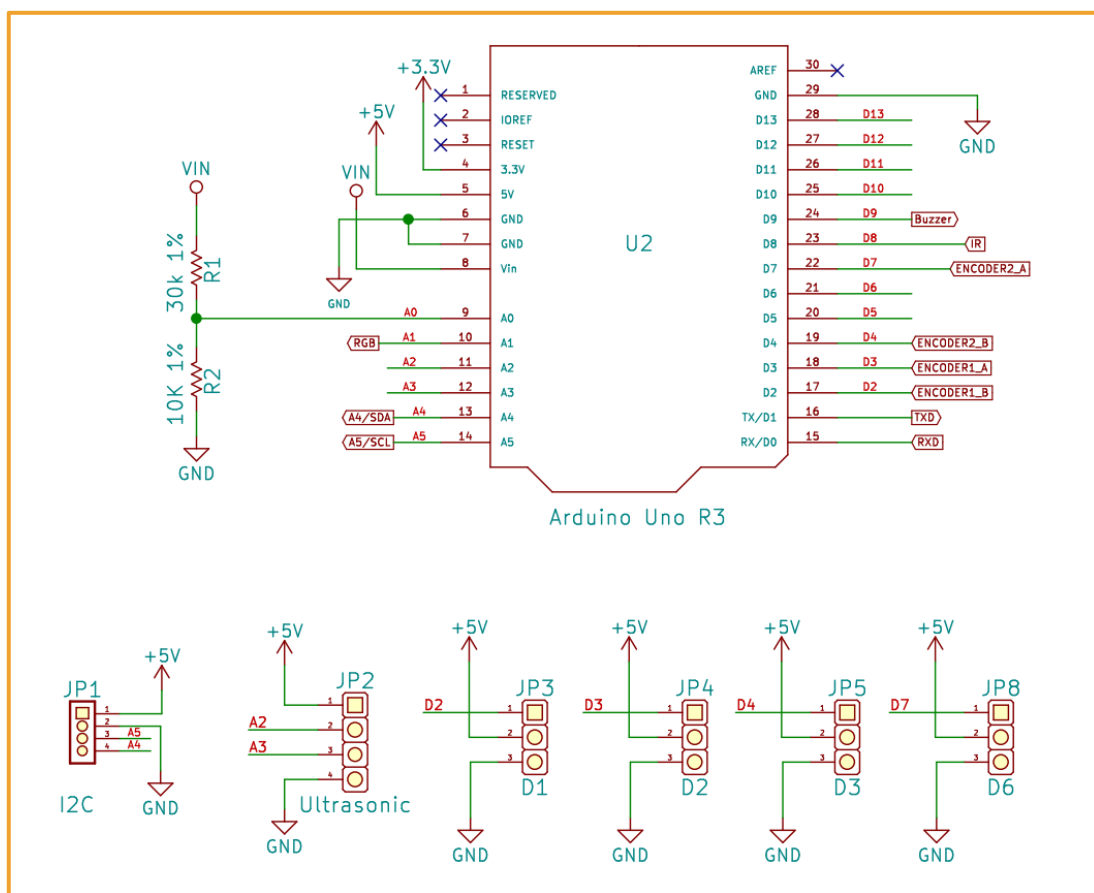

图 12-3 超声波连接原理图
**加载文件-> ArduinoDemo->Ultrasonic->Ultrasonic.ino**）烧录示例程序后，打开电源开关，并打开串口监视器，会看到串口监视器上不断的打印超声波探测的距离，超声波避障模块接口原理图如图 12-3 所示。